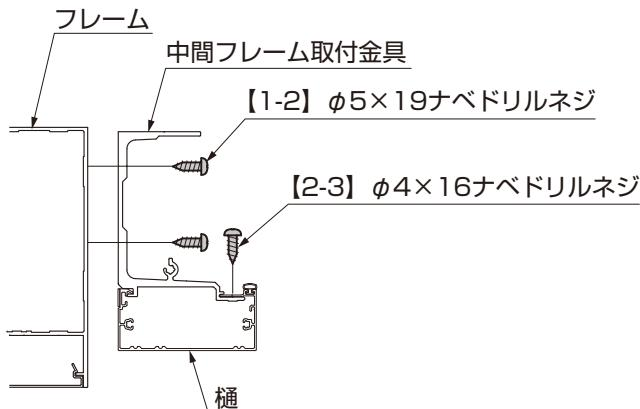

図2-10 A部詳細図中間部
- ②樋に組付けた中間フレーム取付金具をフレームに【1-2】で取付けてください。(図2-10参照)
- ③中間フレーム取付金具を樋に【2-3】で取付けてください。(図2-10参照)